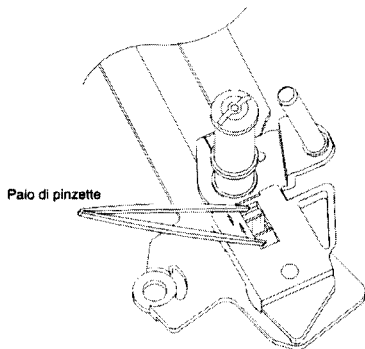

Fig. DM7
- Comprimere i due snap hook (ganci a scatto) con un paio di pinzette e togliere il rullino guida nastro (vedere la fig. DM7).